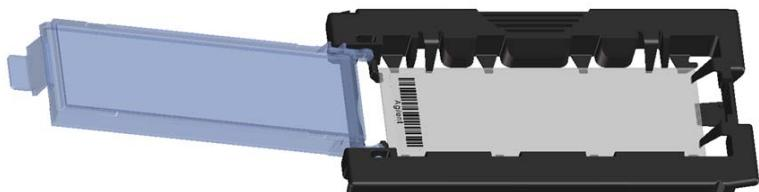

Abbildung 40 In Objektträgerhalter eingelegter Objektträger
- d** Senken Sie den Objektträger behutsam in den Objektträgerhalter ab. Siehe Abbildung 40.